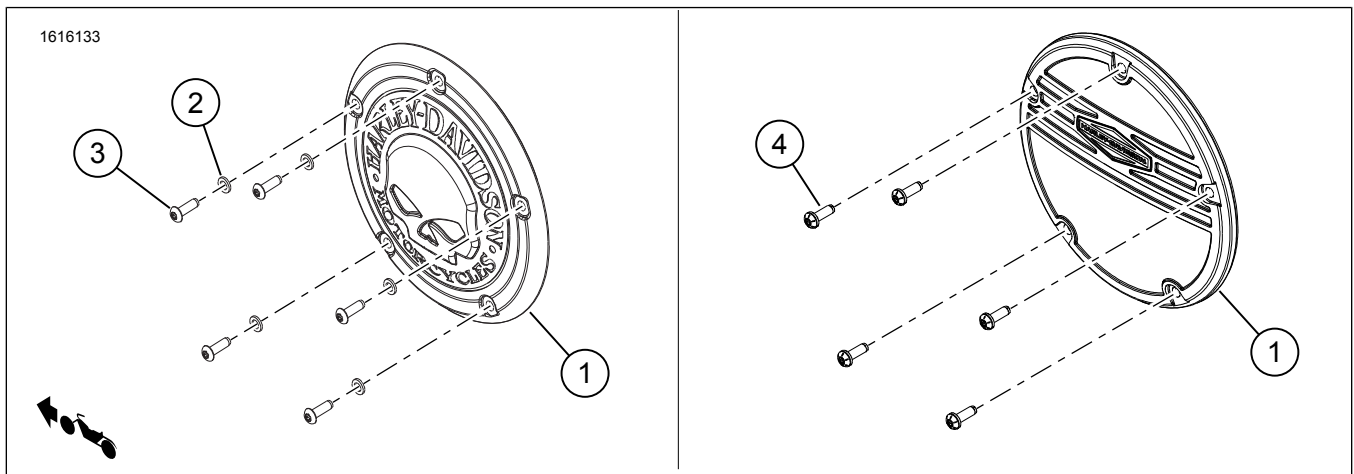
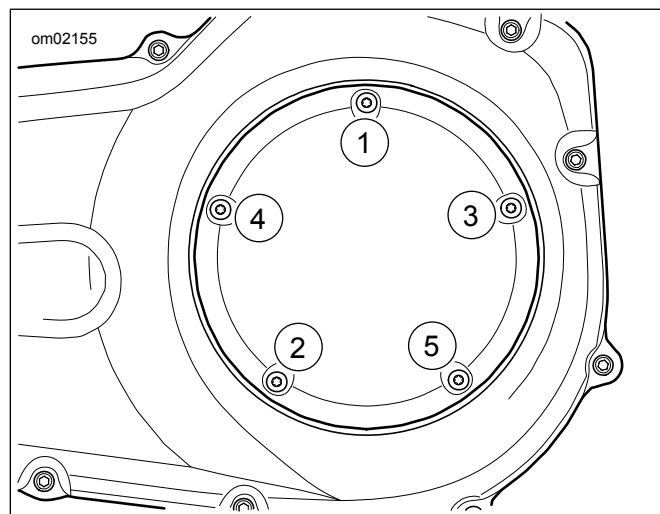

Figure 1. Contenu du kit : Composants de la trappe d'embrayage
Figure 2. Séquence de serrage du carter d'embrayage
1. Voir la Figure 1. Installer le **nouveau** couvercle (1).
2. Installez les rondelles (2) et les vis (3).
3. Voir la Figure 2. Serrez les vis (3) selon un motif en étoile.
1. Voir la Figure 1. Appliquez du frein-filet sur les filetages des vis (4).
2. Installez le **nouveau** cache (1).
3. Installer les vis (4).
4. Voir la Figure 2. Serrez les vis (4) selon un motif en étoile.